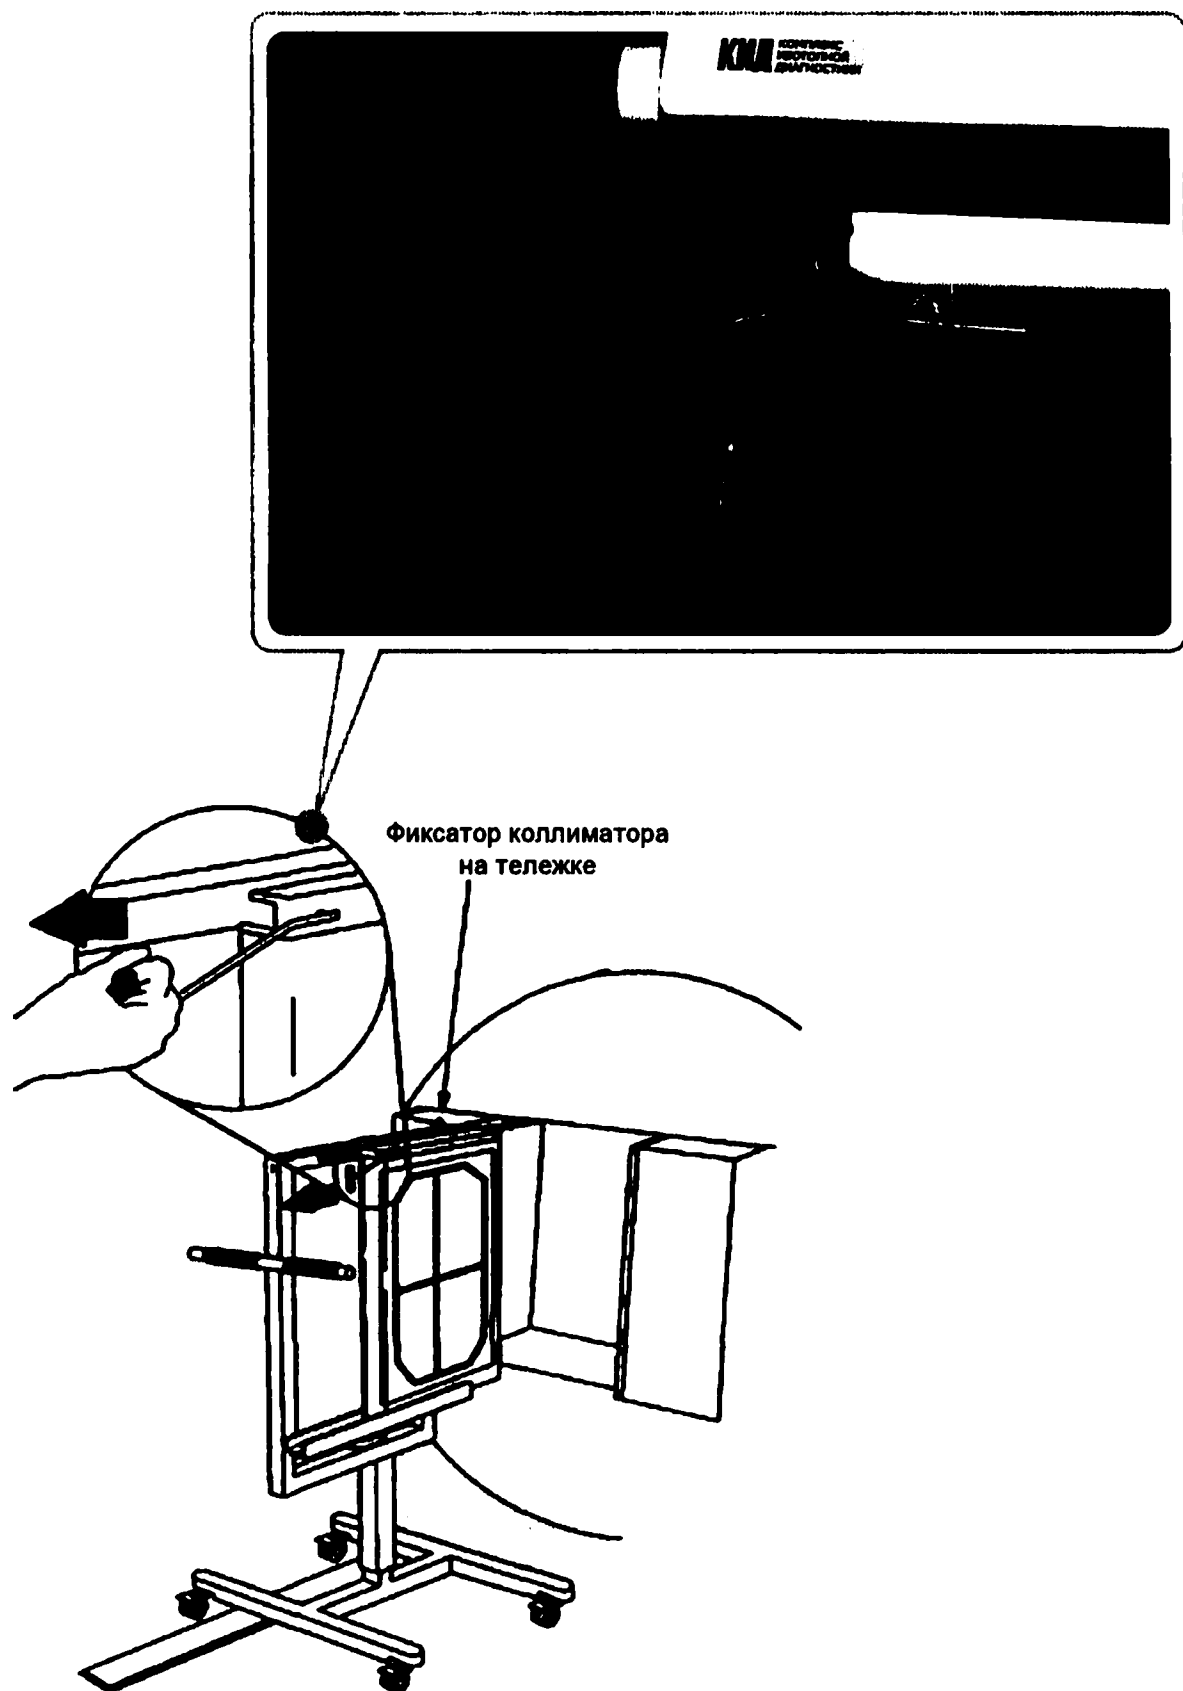

Рисунок 8-12 — Перемещение коллиматора на тележку: приспособление для снятия и фиксатор на тележке
4. Воспользовавшись приспособлением для снятия коллиматоров, переместите коллиматор на тележку, убедитесь, что в срабатывании фиксатора коллиматора на тележке (Рисунок 8-12);